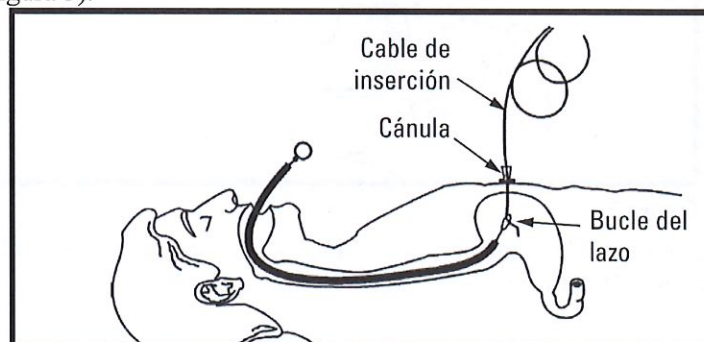

Figura 5
- Pase el extremo en bucle del cable de inserción a través de la cánula hasta el interior del estómago (Figura 5).